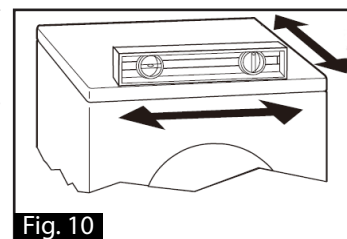

Fig. 10
5. Utiliser un niveau (Fig. 10) pour s'assurer que le lave-linge est de niveau d'avant en arrière et de gauche à droite. Si des réglages sont nécessaires, répéter les étapes 2 et 3.